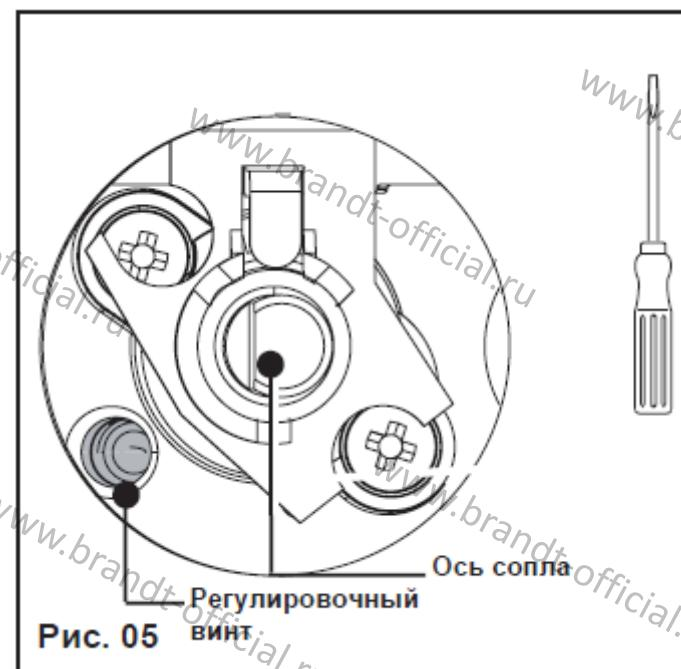

Рис. 05
- При помощи небольшой шлицевой отвертки **полностью закрутите** медные (латунные) ретардеры (желтые) (Рис. 05) **по часовой стрелке**.
- При помощи небольшой шлицевой отвертки ослабьте регулировочные винты на медных ретардерах (латунных) (Рис. 05) **на 2 оборота против часовой стрелки**.